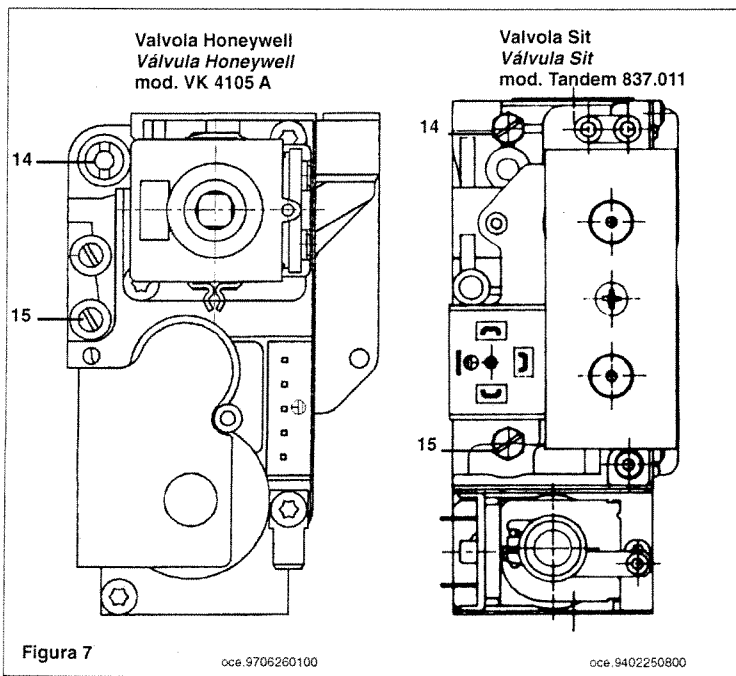
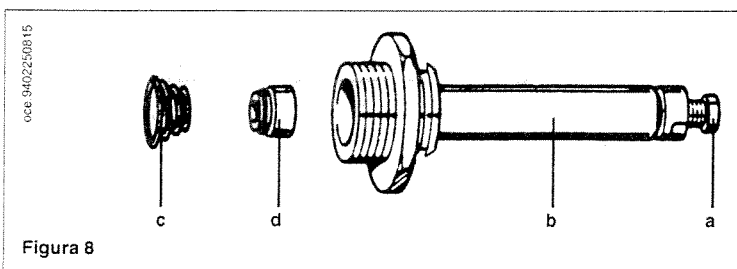

Figura 7
Figura 8
Il valore di pressione al bruciatore è rilevabile tramite un manometro possibilmente ad acqua collegato alla presa di pressione (14) presente sulla valvola del gas (vedi figura 7).
El valor de presión en el quemador se puede medir por medio de un manómetro, posiblemente de agua, conectado a la toma de presión (14) presente en la válvula del gas (véase figura 7).
Le modalità di taratura del regolatore di pressione sono leggermente differenti a seconda del tipo di valvola del gas utilizzata (Honeywell o Sit vedi figura 7).
Las modalidades de calibrado del regulador de presión difieren ligeramente según el tipo de válvula del gas utilizada (Honeywell o Sit, véase figura 7).
- sostituire la molla avendo cura di posizionarla correttamente (figura 8);
- substituir el resorte asegurándose de que sea posicionado correctamente (figura 8);
- collegare un manometro possibilmente ad acqua alla presa di pressione (14) della valvola del gas (figura 7 a pagina 13);
- avvitare a fondo, senza forzare, la vite nera (a) al canotto (b) (figura 8);
- aprire il rubinetto gas e ruotare la manopola (3) predisponendo la caldaia in posizione Estate (☀️);
- verificare che la pressione dinamica di alimentazione della caldaia, misurata alla presa di pressione (15) della valvola del gas (figura 7 a pagina 13) sia quella corretta (30 mbar per il gas butano, 37 mbar per il gas propano o 20 mbar per il gas naturale);
- svitare la vite nera (a) (figura 8) fino a raggiungere il valore di pressione corrispondente alla potenza ridotta vedi tabella 1 a pagina 17;
- conectar un manómetro, posiblemente de agua, a la toma de presión (14) de la válvula del gas (figura 7 en página 13);
- atornillar completamente, sin forzar, el tornillo negro (a) al manguito (b) (figura 8);
- abrir el grifo gas y hacer girar el botón (3) predisponiendo la caldera en posición Verano (☀️);
- controlar que la presión dinámica de alimentación de la caldera, medida en la toma de presión (15) de la válvula del gas (figura 7 en página 13), sea correcta (28 mbar para el gas butano, 37 mbar para el gas propano o 20 mbar para el gas natural);
- destornillar el tornillo negro (a) (figura 8) hasta alcanzar el valor de presión correspondiente a la potencia reducida (véase tabla 1 en página 17);
- verificare che la pressione dinamica di alimentazione della caldaia, misurata alla presa di pressione (15) della valvola del gas (figura 7 pagina 13) sia quella corretta (30 mbar per il gas butano, 37 mbar per il gas propano o 20 mbar per il gas naturale).
- controlar que la presión dinámica de alimentación de la caldera, medida en la toma de presión (15) de la válvula del gas (figura 7 en página 13), sea correcta (28 mbar para el gas butano, 37 mbar para el gas propano o 20 mbar para el gas natural).